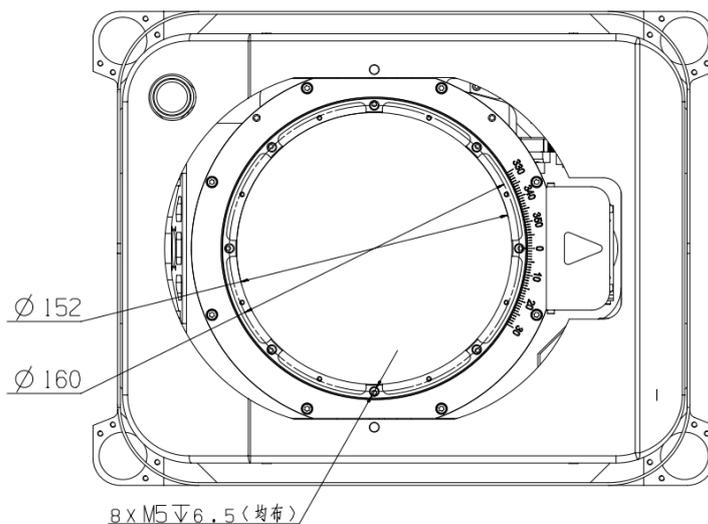

图 12 集成座架的安装载荷接口
- d) 集成座架安装载荷的可用直径为 152mm，安装载荷接口有 8 个 M5 螺孔，深度为 6.5mm，均布在直径为 160mm 的圆周上，如图 12 所示：